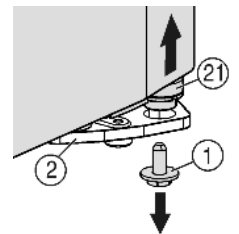
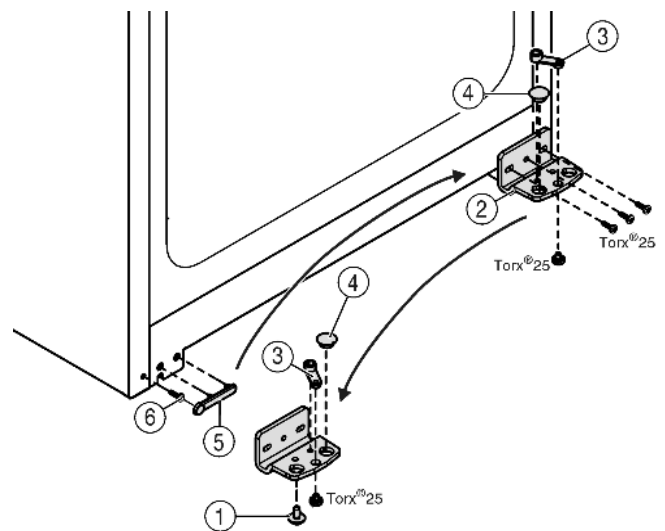

Fig. 5
Fig. 6
- ▶ Rechts onder aan de lagerbus de borgschroef Fig. 5 (1) uitdraaien.
- ▶ De lagerbout Fig. 5 (21) komt uit de lagerbus Fig. 6 (2) los.
- ▶ Indien de lagerbout Fig. 5 (21) niet kan worden losgedraaid, de bout van onderaf naar buiten drukken.
- ▶ Lagerbus Fig. 6 (2) losschroeven.
- ▶ Lagerdeel Fig. 6 (3) losschroeven en in het tegenoverliggende opnamegat van de lagerbus omzetten en weer vastschroeven.
- ▶ Stop Fig. 6 (4) uit de lagerbus verwijderen en in de tegenoverliggende opening van de lagerbus omzetten.
- ▶ Afdekking Fig. 6 (5) aan kant van de greep voorzichtig wegnemen.
- ▶ Schroef Fig. 6 (6) uitdraaien en aan de andere kant weer indraaien.
- ▶ Afdekking Fig. 6 (5) weer terugplaatsen.
- ▶ Lagerbus Fig. 6 (2) aan de nieuwe scharnierzijde evt. met behulp van een accuschroevendraaier weer **goed (met 4 Nm)** vastschroeven.
- ▶ Borgschroef Fig. 5 (1) onder in de lagerbout draaien en vastschroeven **(met 4 Nm)**.